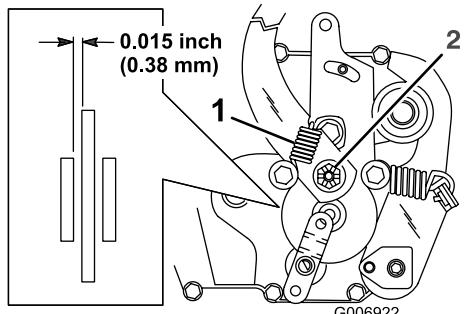

Figure 31
Le frein de stationnement se trouve du côté droit de l'essieu arrière, à l'intérieur du pneu arrière (Figure 31). Si le frein de stationnement ne reste pas serré correctement, réglez-le.
4. Insérez une jauge d'épaisseur de 0,38 mm entre le disque de frein et la rondelle de frein (Figure 31).
2. Déposez le ressort du bras de frein (Figure 31).
3. Enlevez la goupille fendue qui retient l'écrou de réglage du frein et desserrez légèrement l'écrou (Figure 31).